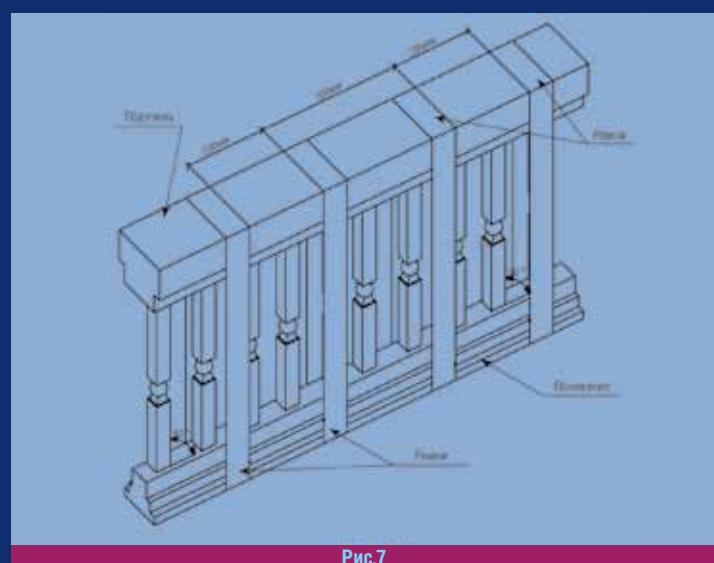

Рис.7
7. Нанесите на нижний торец баласин клей. Установите баласины в отверстия на основаниях. Верхние торцы баласин покройте слоем клея. Совместите выпуски труб из баласин с отверстиями на нижней стороне поручня, стяните поручни и основания широкими ремнями через каждые 700мм. Удалите излишки клея. (**См. Рис.7**)